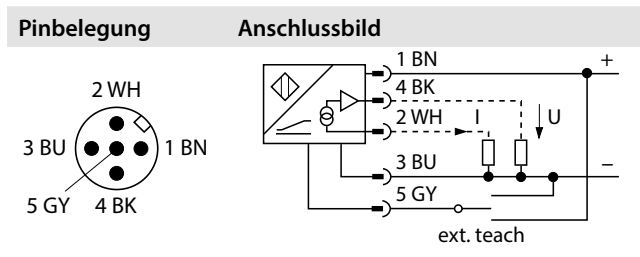

Abb. 4: Pinbelegung und Anschlussbild
- Sensor gemäß Abbildung 4 anschließen.